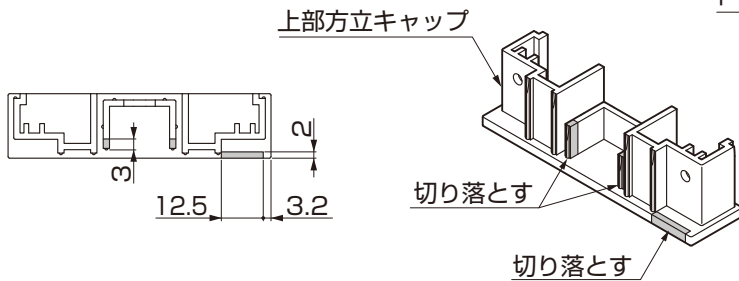

図4-1
- ①上部方立キャップを図4-1の箇所加工してください。
- ②加工した上部方立キャップを【1-2】で取付けてください。